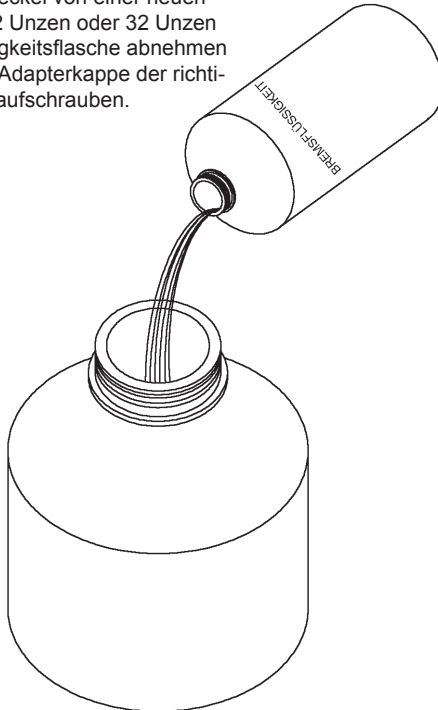

Abbildung 1
1. Den 40 Unzen (1200 ml) Behälter mit vom Fahrzeughersteller empfohlener Bremsflüssigkeit zu einem höheren Stand auffüllen als Flüssigkeit entlüftet werden soll (Abbildung 1) und die Kappe anbringen. Oder den Deckel von einer neuen Standard 12 Unzen oder 32 Unzen Bremsflüssigkeitsflasche abnehmen
1. Den 40 Unzen (1200 ml) Behälter mit vom Fahrzeughersteller empfohlener Bremsflüssigkeit zu einem Stand füllen, der höher liegt als der zu entlüftende Stand (Abbildung 1) und den Deckel anbringen. Oder den Deckel von einer neuen Standard 12 Unzen oder 32 Unzen Bremsflüssigkeitsflasche abnehmen und auf die Adapterkappe der richtigen Größe aufschrauben.